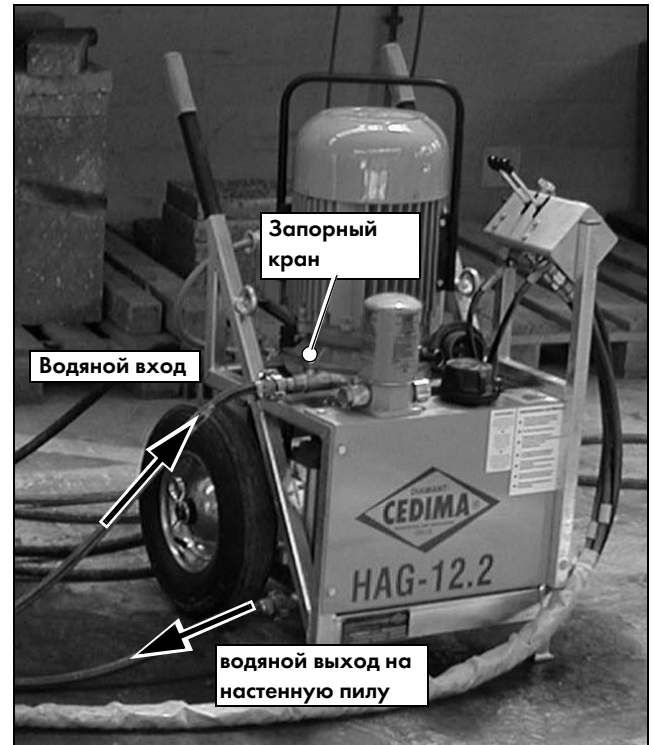

Рис. 4.13 Водяные разъемы на маслостанции HAG • 12.2 и также на HAG • 12.20
1. Подключите шланг подачи воды к разъему Гека запорного крана (вход водяного потока, сторона подачи) масляного радиатора маслостанции (Рис. 4.13)!